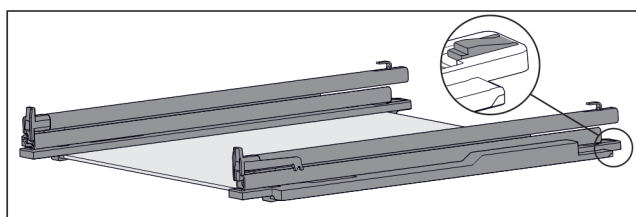

Fig. 110 Skleněná deska s kolečnicemi a přídržnými díly
- ▶ Přídržný díl vzadu stlačte dolů (viz Fig. 110) a současně zasuňte kolejničku dozadu.